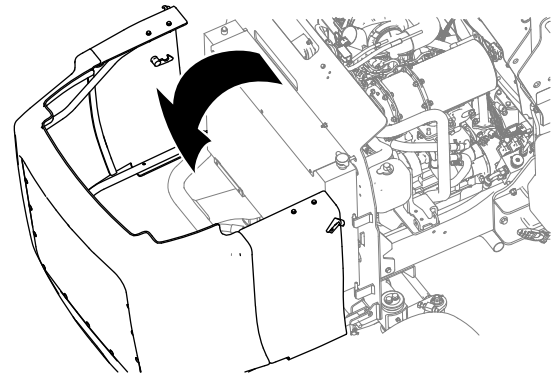

Figura 67
- Desenganche y abra el capó (Figura 67).